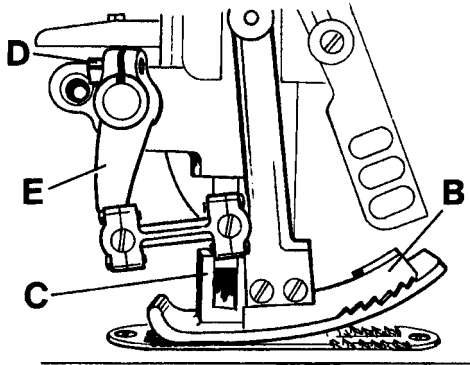
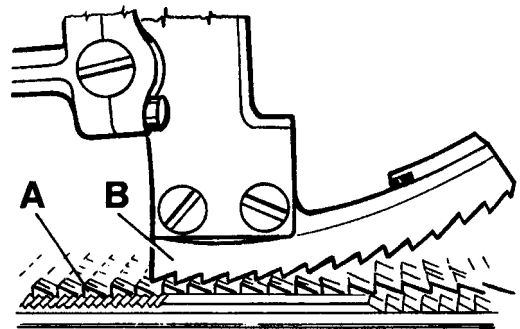

Fig. 17
Fig. 18
Assemble the upper feed dog (B, Fig. 17). The upper feed dog should not push against the front or rear end when moving in the slots of presser foot (C). Simultaneously the upper feed dog (B, Fig. 18) should be positioned so that the tips of its teeth engage with the tooth spaces of the lower feed dog (A), without contacting it. When the lower feed dog (A) is in its highest and the upper feed dog (B) in its lowest point of travel, there must be a small gap between both feed dogs. The feed travel of the upper and the lower feed dog should be synchronous.
For setting the upper feed dog with respect to the slot ends in the presser foot and the tooth spaces of the lower feed dog, loosen screw (D, Fig. 17) and turn drive lever (E) accordingly to the front or rear. Retighten screw (D).
Coloque el diente alimentador superior (B, Fig. 17). El diente alimentador superior no debe chocar contra los extremos delantero y traseros durante su movimiento en las ranuras del pie prensatelas. Simultáneamente el diente alimentador superior (B, Fig. 18) tiene que ser ajustado de tal manera que la punta de sus dientes coincidan con los espacios entre los dientes del alimentador inferior (A) sin tocarlo. Cuando el alimentador inferior (A) está en su posición más alta y el diente alimentador superior (B) en su posición más baja, todavía debería haber una distancia mínima entre los dos transportadores. Los recorridos de ambos dientes alimentadores (superior e inferior) tiene que ser sincronizado.
Para ajustar el diente alimentador superior con respecto a los extremos de las ranuras en el pie prensatelas y los espacios entre los dientes del diente alimentador inferior, hay que soltar el tornillo (D, Fig. 17) y girar la palanca de accionamiento (E) hacia adelante o atrás respectivamente. Apriete de nuevo el tornillo (D).
On the return travel, the upper feed dog should lift so high that no fabric will be pulled against the sewing direction. The motion should be set so that the rear four teeth of the upper feed dog (B, Fig. 17) remain approx. 1/3 of their height in the presser foot slots when lifting.
En su movimiento de regreso, el diente alimentador superior debería moverse tan alto que ningún material sea arrastrado hacia la dirección de costura. El movimiento debe ser ajustado de manera tal que los últimos 4 dientes traseros del diente alimentador superior (B, Fig. 17) mantengan aproximadamente 1/3 de su altura de las ranuras del pie prensatelas cuando se levanta.